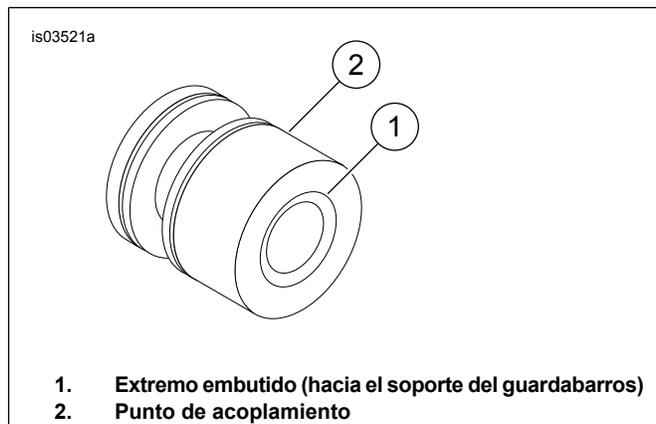
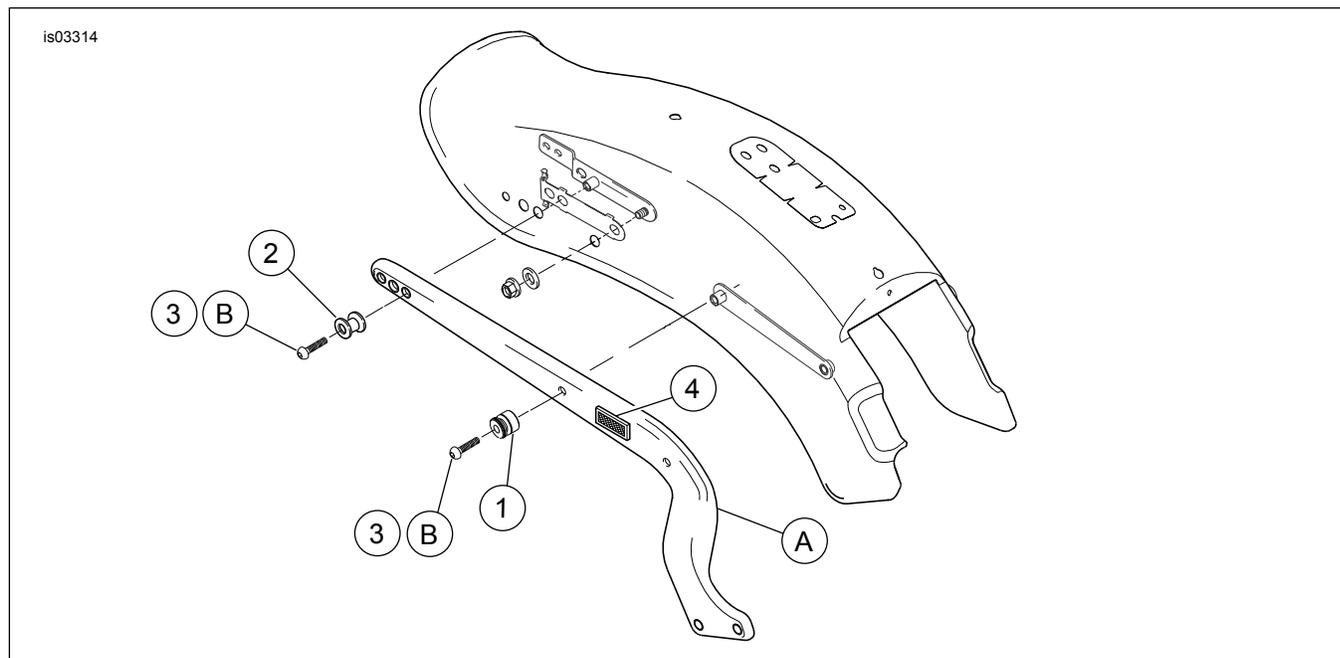

Figura 3. Punto de acoplamiento
Figura 4. Piezas de servicio: Elementos de sujeción de acoplamiento Softail sin soportes de la alforja (se muestra el FXST)
Vea Figura 4 y Tabla 1.
8. Vea Figura 4. Instale los puntos delanteros y traseros de acoplamiento (1, 2). En cada punto de acoplamiento, coloque el lado embutido del punto de acoplamiento hacia la cubierta del soporte del guardabarros (Figura 3, artículo 1).
10. Enrosque los tornillos (3) a través de los puntos delanteros y traseros de acoplamiento y dentro del guardabarros y la pieza de soporte (debajo del guardabarros). Apriete los tornillos a 28-37 N·m (21-27 lb·pie).